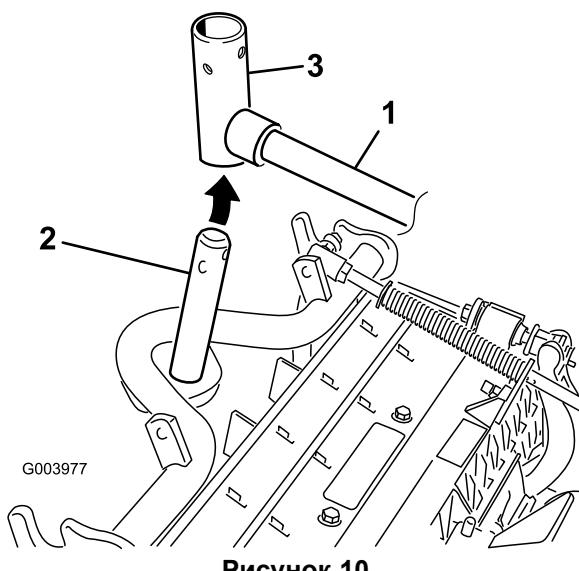

Рисунок 10
8. При установке передних режущих блоков передвиньте режущий блок под подъемным рычагом, одновременно вставляя вал несущей рамы вверх в вилку оси поворота подъемного рычага (Рисунок 10).
- B. Вставьте вилку подъемного рычага в вал несущей рамы (Рисунок 10).